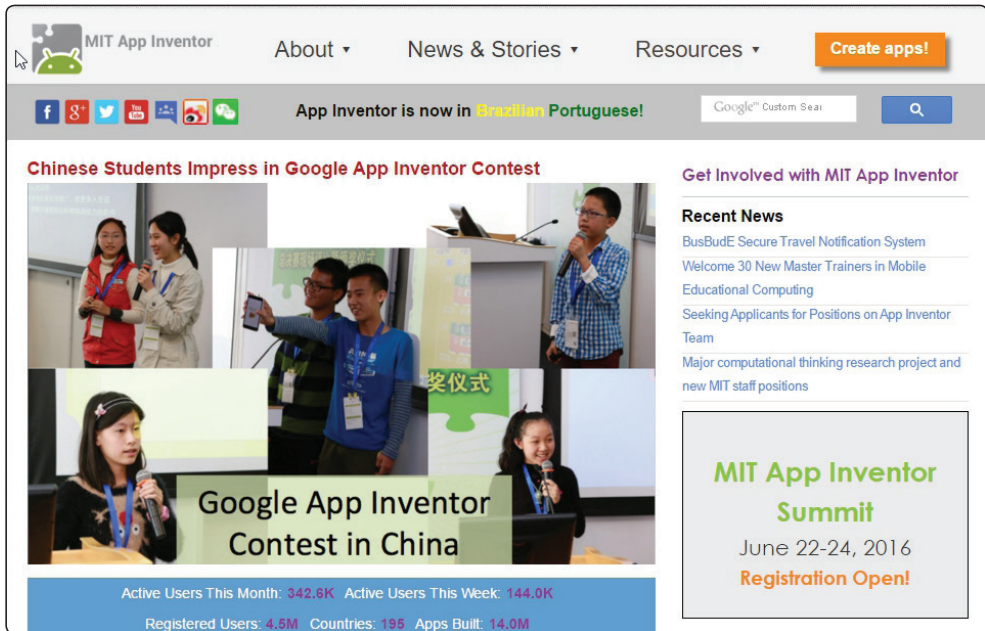

Figura 3.1-2. Pantalla de entrada de desarrollo de App Inventor
- Desde la barra de direcciones introduce: *http://appinventor.mit.edu/explore/* (Véase Figura 3.1-2)